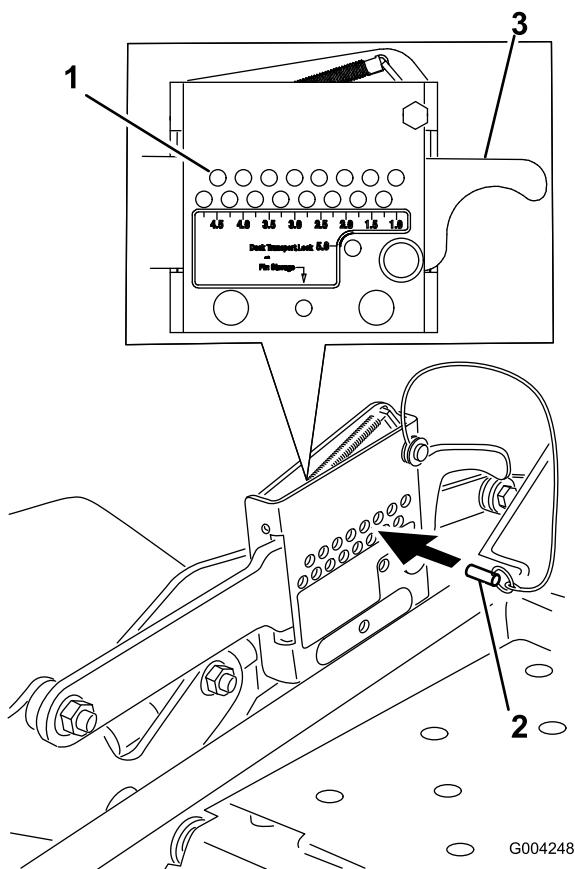

Figura 15
1. Levante la palanca de ajuste de la altura de corte a la posición de transporte (que es también la posición de altura de corte de 127 mm) (Figura 15).
2. Para ajustarla, retire el pasador del soporte de altura de corte (Figura 15).
3. Seleccione un taladro del soporte de altura de corte que corresponda a la altura de corte deseada, e inserte el pasador (Figura 15).